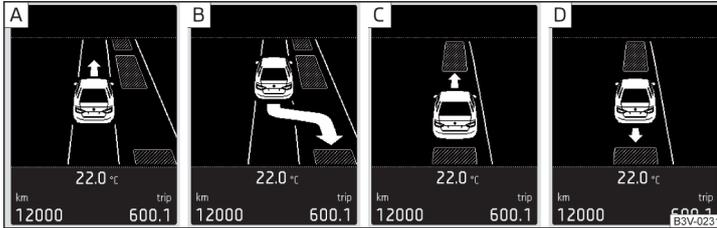
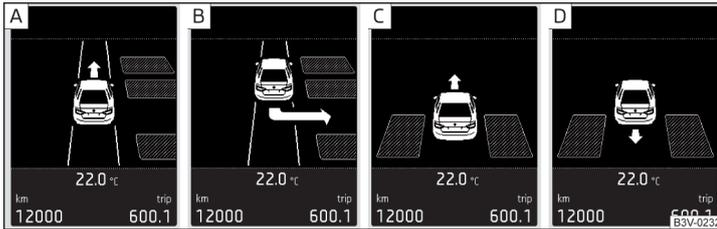

Abb. 282 In eine Längsparklücke einparken: Displayanzeige
Abb. 283 In eine Querparklücke einparken: Displayanzeige
Findet das System eine Parklücke, dann wird im Display der empfohlene Parkmodus angezeigt » Abb. 282 auf Seite 241 - **A** oder » Abb. 283 auf Seite 241 - **A**.
**Displayanzeige** » Abb. 282 oder » Abb. 283
Die gefundene Parklücke wird im Display angezeigt » Abb. 282 - **A** oder
» Abb. 283 - **A**.